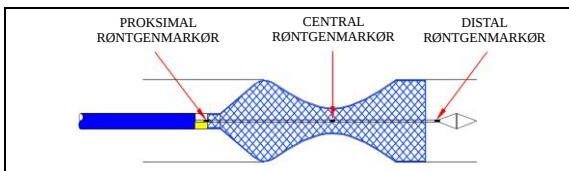

Figur 4
- Når den midterste røntgenmarkør når midten af målstrikturen, skal du fortsætte med at trække tilbage i konnektoren, indtil stenten er fuldt implementeret. (se figur 4 og 5).
- Når den centrale røntgenmarkør når midten af målstrikturen, skal man fortsætte med at overføre mod konnektoren, indtil stenten er fuldt implementeret (se figur 4 og 6).